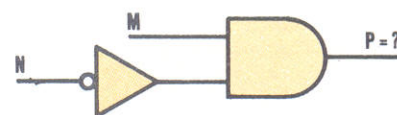

FIGURA 16-3
16. Qual é a equação algébrica de saída para o circuito da figura 16-3?